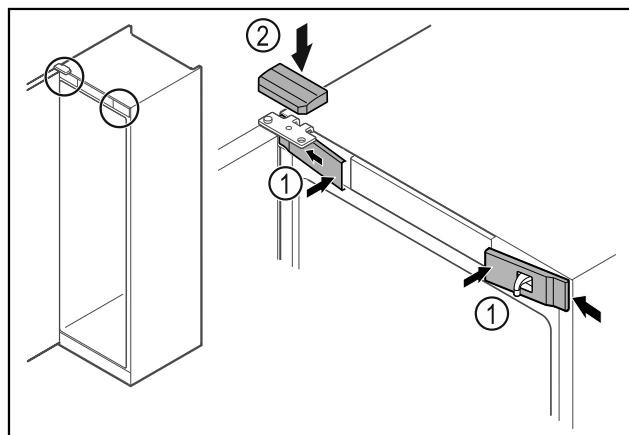

Fig. 52
- ▶ Voorste afdekkingen Fig. 52 (1) zijdelings bevestigen en vastklikken.
- ▶ Bovenste afdekking Fig. 52 (2) van boven vastklikken.